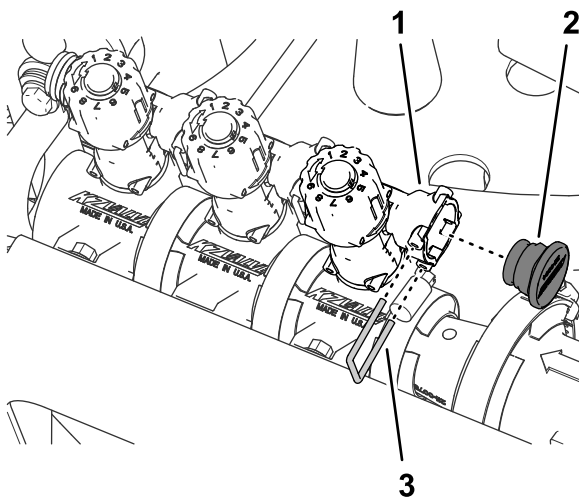

図 65
8. バイパスバルブのクイックコネクトソケットに、プラグを組み付ける 図 65。
9. ステップ 3 図 65 で外したリテーナを使用して、プラグをクイックコネクトソケットに固定する。